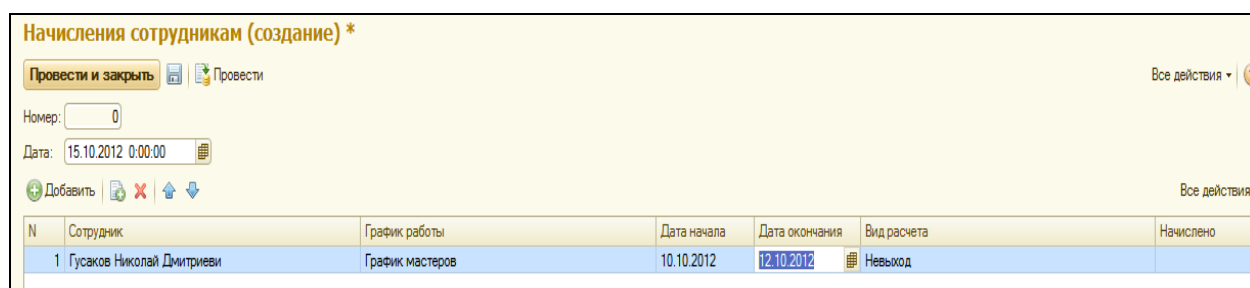

Рисунок 8.15 Документ «Начисления сотрудникам № 3»
11. Создать документ **Начисления сотрудникам № 3** (рис.8.15). В этом документе указываются дни невыхода на работу.